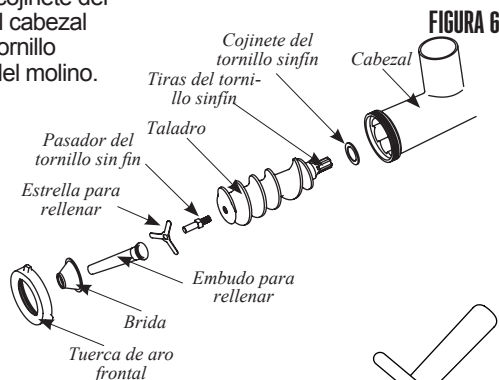

FIGURA 6
3. Inserte el tornillo sinfín, con el cojinete del tornillo sinfín colocado, dentro del cabezal (**FIGURA 6**). Alinee las tiras del tornillo sinfín con el eje de transmisión del molino.